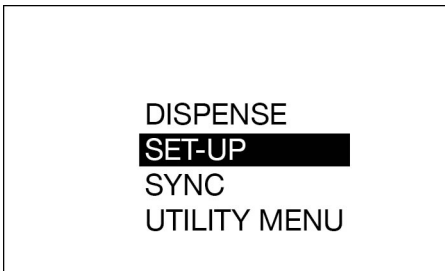

FIG. 11
2. À partir de l'écran du MENU PRINCIPAL, utiliser les FLÈCHES HAUT et BAS du pavé de navigation, pour choisir la CONFIGURATION (FIG. 11).